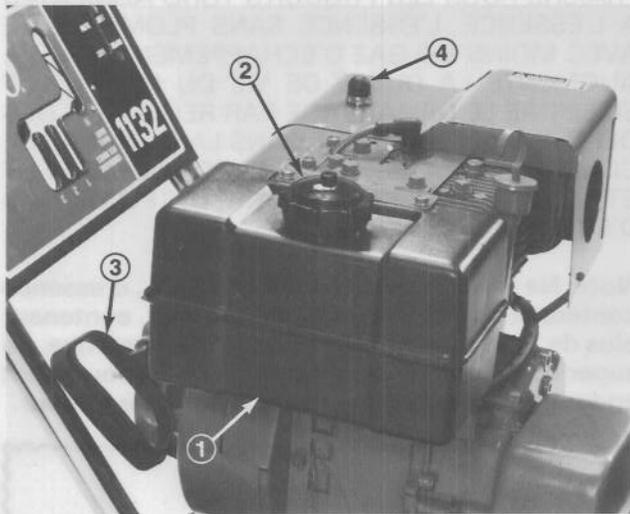

Figure 23
Robinet interrupteur d'essence (Fig. 23). Fermez le robinet pour arrêter le débit d'essence du réservoir, et ouvrez-le pour faire couler l'essence au carburateur.
Démarreur à rappel ou rembobinage (Fig. 23) — Tirez le démarreur à rappel pour faire démarrer le moteur.
Amorceur (Fig. 23) — Appuyez sur l'amorceur qui projette une petite quantité d'essence dans le moteur, pour faciliter la mise en marche par temps froid.
3. Ouvrez le robinet d'arrêt d'essence (Fig. 23).
6. Appuyez 5 fois sur l'amorceur (Fig. 23).
7. Saisissez la poignée du démarreur à rappel (Fig. 23) et tirez-la lentement jusqu'à ce que vous sentiez une prise ferme. Tirez alors vigoureusement pour mettre le moteur en marche. Si de l'essence dégorge du carburateur quand vous tentez de faire démarrer le moteur, c'est que l'étrangleur est trop enfoncé. Relevez-le entièrement et tirez sur le démarreur à rappel plusieurs fois pour dégager le carburateur et le moteur.